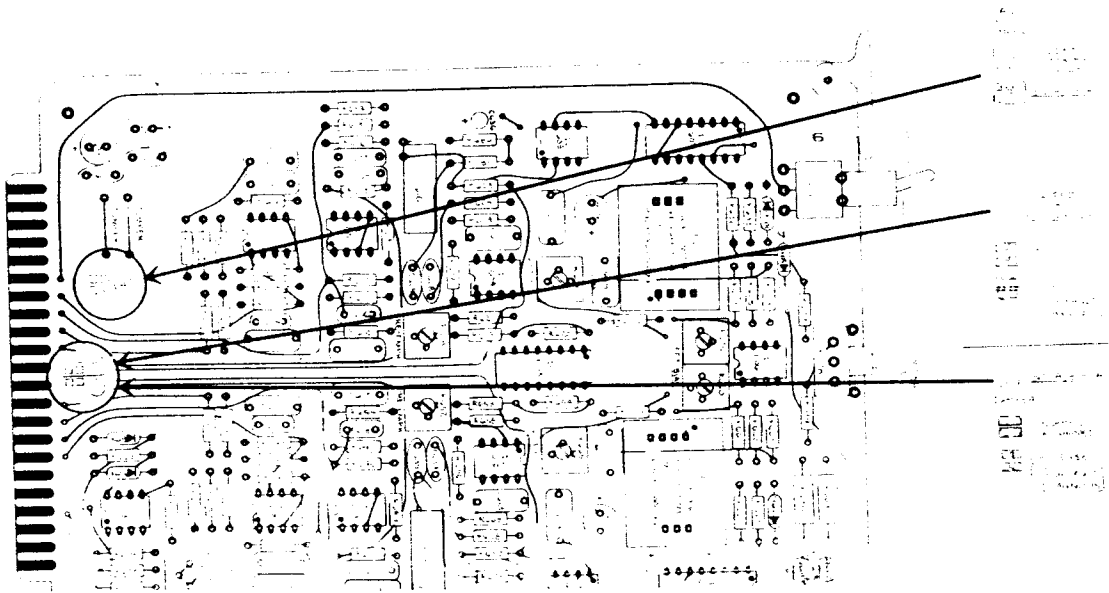

Fig. F-1: TARJETA #6: POSICIONES DE LOS PUESTOS
Si el intercambiar estos pares de tarjetas no afecta a la localización del problema, se deberá investigar la tarjeta #6. Por esta tarjeta pasa el audio del canal derecho y del canal izquierdo. Para ayudar a solucionar las averías, se proporciona un puente "B" a la salida de la tarjeta para intercambiar las salidas de los canales izquierdo y derecho (Ver fig. F-1). El puente "B" contiene eslabones si el sistema está operando en su modo "normal" (con las tarjetas #0 y #1 presentes). Si se mueve este puente y el fallo se mueve de un canal al otro, entonces probablemente la tarjeta #6 esté defectuosa.
- 2) Retirar la tarjeta #6 de su guía. Quitar los eslabones del puente "B" y colocarlos en el puente "C" como se muestra en la Fig. F-1. Luego mover el eslabón al puente "A" como se muestra en la Fig. F-1. Volver a colocar la tarjeta #1 en su guía.